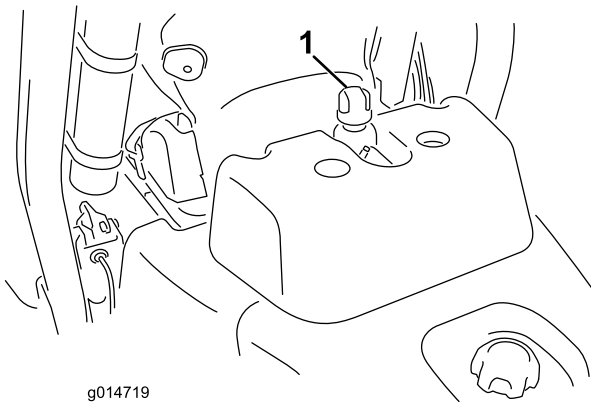

Figura 29
2. Retire el tapón del depósito (Figura 29).